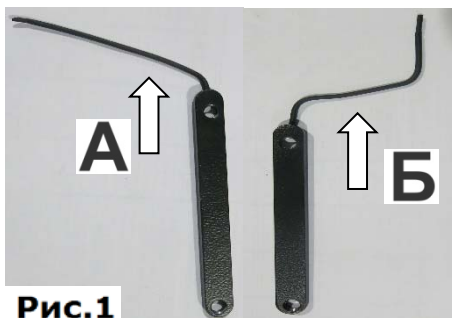

Рис.1
1. Загнуть усик закладной гайки **А** для правой стороны автомобиля и усик закладной гайки **Б** — для левой, (Рис.1).